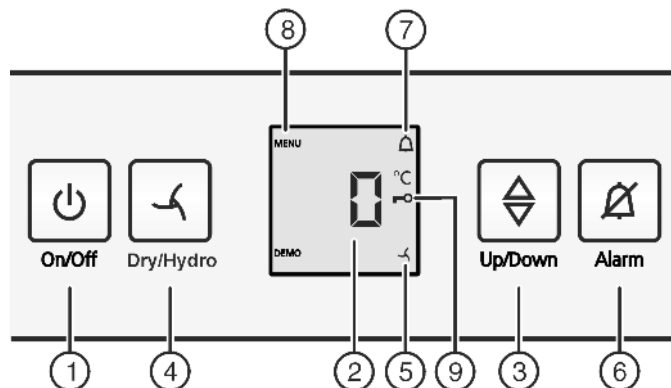

Fig. 2
- Toets On/Off Fig. 2 (1) indrukken.
- Instelmodus activeren: druk gedurende ca. 6 sec. op de toets Dry/Hydro Fig. 2 (4).
- ▷ Hetsymbool Menu Fig. 2 (8) is verlicht.
- ▶ De toets Dry/Hydro Fig. 2 (4) om te bevestigen kort indrukken.
- ▶ Voor het inschakelen van de kinderbeveiliging toets Dry/Hydro Fig. 2 (4) kort indrukken.
- ▷ Het symbool Kinderbeveiliging Fig. 2 (9) brandt. In het display knippert **c**.
- ▶ Voor het uitschakelen van de kinderbeveiliging toets Dry/Hydro Fig. 2 (4) kort indrukken.
- ▷ Het symbool Kinderbeveiliging Fig. 2 (9) dooft. In het display knippert **c**.
- ▶ Instelmodus deactiveren: toets On/Off Fig. 2 (1) indrukken.
- ▶ Toets Alarm Fig. 2 (6) indrukken.